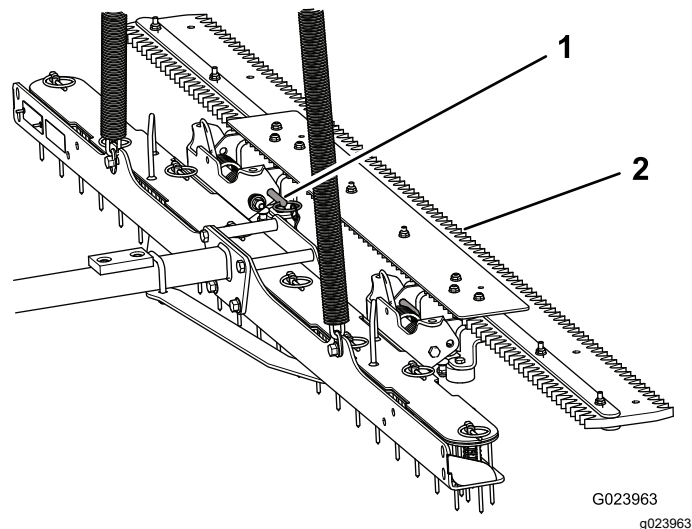

Figura 16
1. Retire o passador de forquilha (Figura 16).